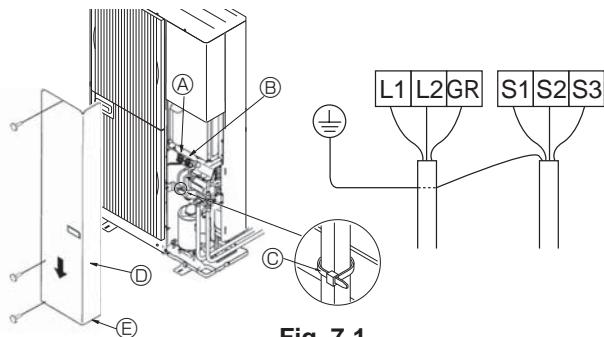
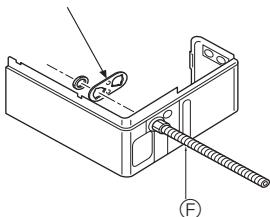

Fig. 7-1
Fig. 7-2
7.1. Unidad exterior (Fig. 7-1) (Fig. 7-2)
- ① Extraiga el panel de servicio.
- ② Efectúe el cableado según se muestra en la Fig. 7-1.
- ③ Se suministran las placas de montaje del conducto ($\varnothing 22$ mm [7/8"]]). Pase los cables de alimentación y de transmisión por los orificios troquelados adecuados, retire la pieza troquelada de la parte inferior de la caja de terminales y conecte los cables. (Fig. 7-2)
- ④ Asegure los cables de alimentación a la caja de terminales utilizando un maniquito separador para la fuerza de tracción (conexión PG o similar).